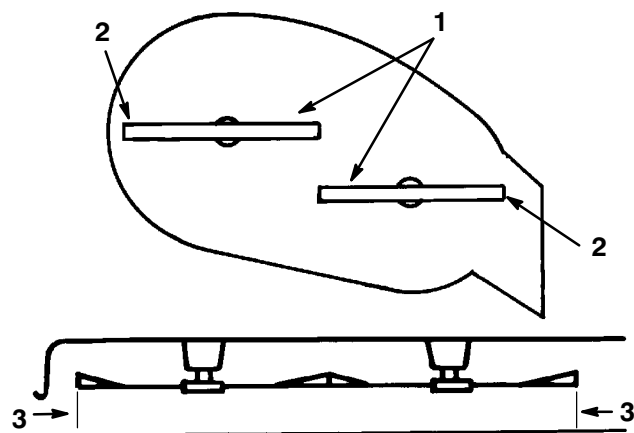

Figure 10
3. Placez prudemment les lames dans le sens transversal (Fig. 10). Mesurez la distance entre les arêtes de coupe extérieures et le sol plat (Fig. 10). Si les deux mesures diffèrent de plus de 5 mm, l'horizontalité transversale doit être réglée comme expliqué aux points 4 à 6.
3. Placez prudemment les lames dans le sens transversal (Fig. 10). Mesurez la distance entre les arêtes de coupe extérieures et le sol plat (Fig. 10). Si les deux mesures diffèrent de plus de 5 mm, l'horizontalité transversale doit être réglée.